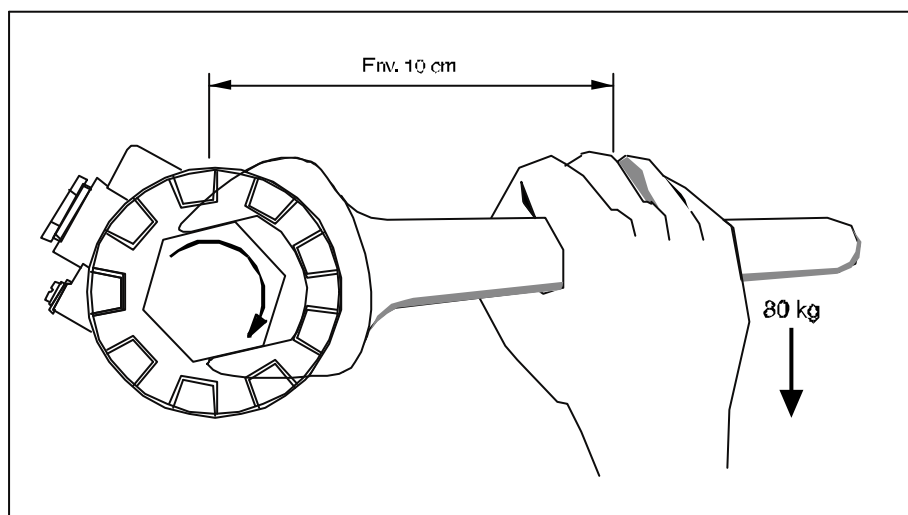

Fig. 13
- Un couple de serrage de 80 à 100 Nm suffit pour obtenir une étanchéité jusqu'à 6 bars ; voir fig. 13